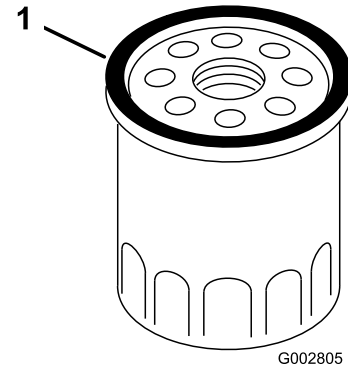

Figure 28
4. Avec les doigts, appliquez de l'huile sur le joint du filtre neuf (Figure 28).